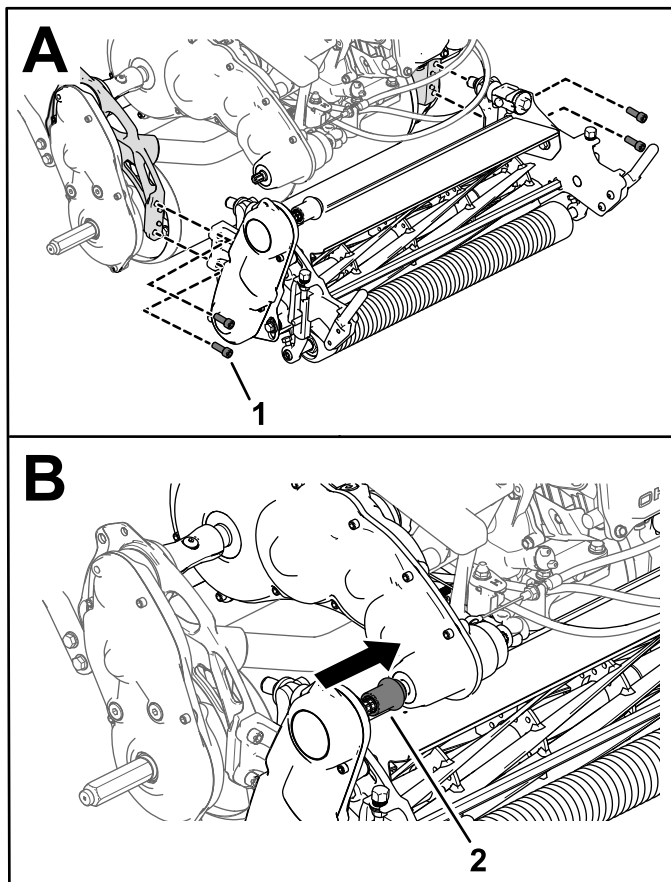

図 46
3. ソケットヘッドねじ 4 本でカッティングユニットをフレームに固定する 図 46。
4. カuttingユニット駆動カップラをトランスミッションの駆動シャフトに接続する 図 46。